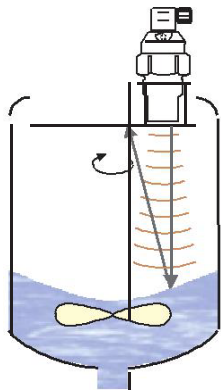

Рис. 16: Сильно неровная поверхность
- Под действием вращающихся лопастей мешалки возможно колебание поверхности, что может привести к неправильному отражению ультразвукового сигнала от поверхности контролируемой среды и ненадёжной работе уровнемера (рис. 16).